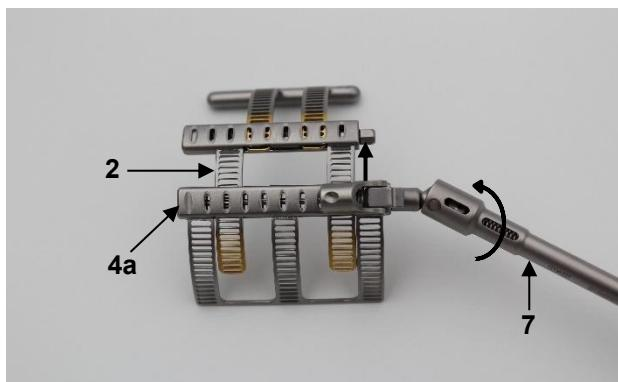
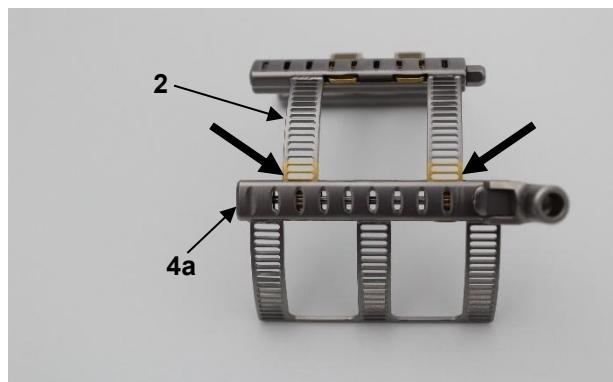

Fig. 3a
Fig. 3b
A continuación, extienda el elemento primario (2) utilizando el destornillador adecuado (7). Para ello, gire el mecanismo de transporte del módulo de caja del elemento base (4a) en el sentido de las agujas del reloj con un destornillador adecuado (7) (Fig. 3a). Extienda el elemento primario (2) sólo hasta que los dos primeros orificios ranurados de color dorado sean visibles desde el módulo de caja (4a) (véase la Fig. 3b).